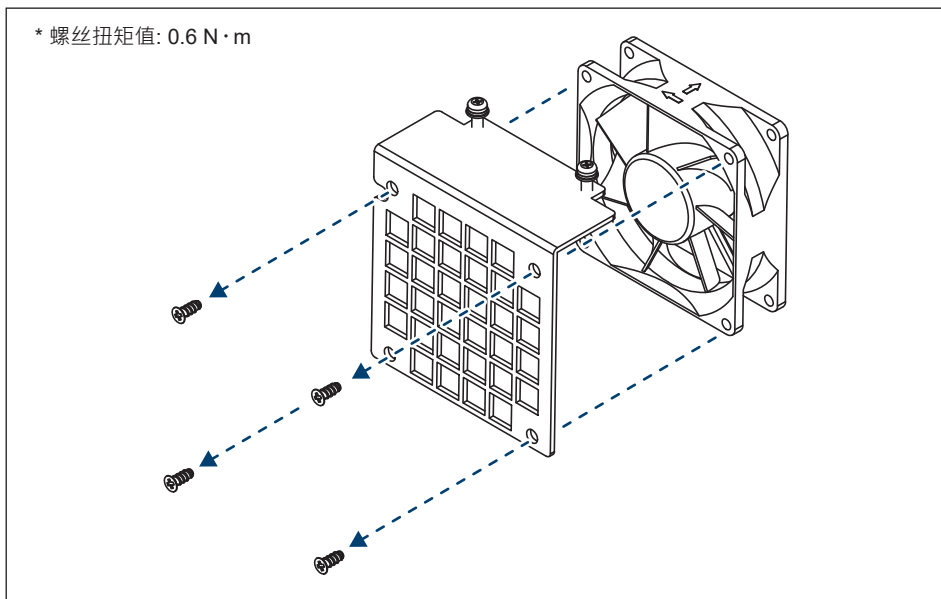

图 5-16: 更换风扇示意图
- (4) 清洁风扇组件或更换新风扇。(如图5-16所示)
- (5) 使用0.8 N·m的扭矩重新组装。